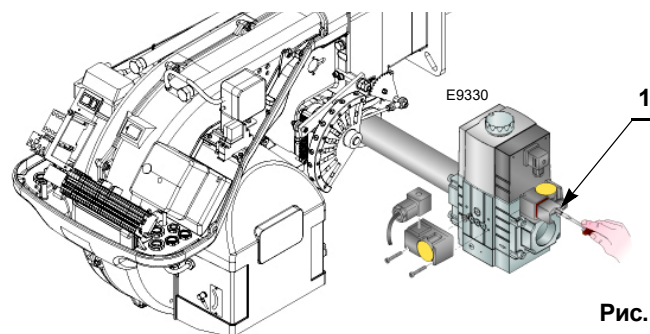

Рис. 25
- Проверьте давление подачи газа, подключив манометр к штуцеру для замера давления 1) (Рис. 25) реле минимального давления газа. Давление должно быть ниже максимально допустимого давления газа, указанного на заводской табличке.
- Выпустите воздух из труб газовой рампы, соединив пластмассовую трубку со штуцером для замера давления 1) (Рис. 25) реле минимального давления газа. Вывести наружу здания выпускную трубу, пока не появится
Приблизительное значение можно получить из Табл. Н на стр. 18. Для этого достаточно считать давление газа на U-образном манометре (см. Рис. 25 на стр. 22) и следовать указаниям.